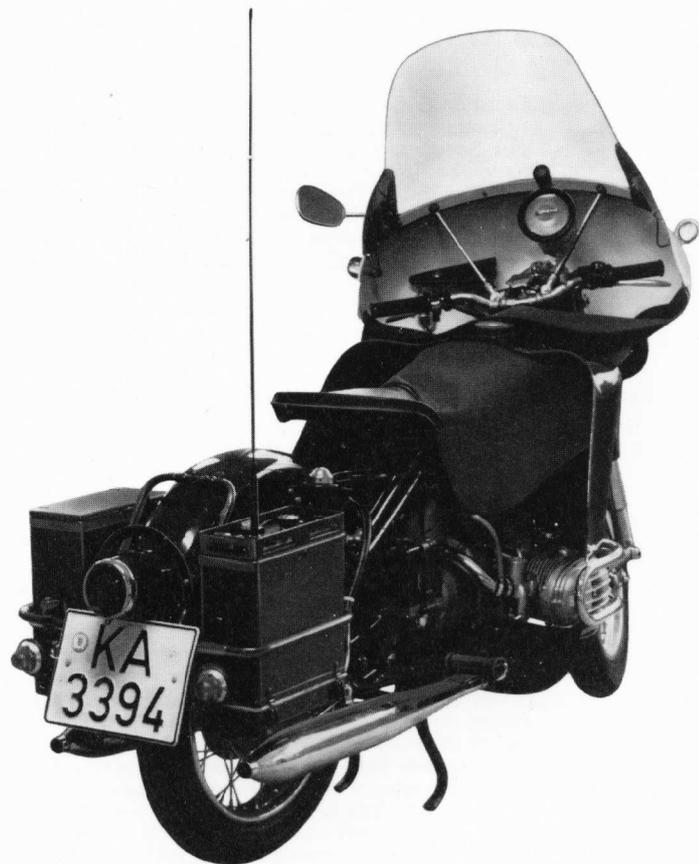

Abb. 5: Fu G 8 als Kradstation
4. Vorbereitungen zum Betrieb als Kradstation (Abb. 5)
Zunächst durch Abhören feststellen, daß auf dem gewählten Funkkanal kein Gespräch geführt wird. Taste „Ruf 1“ (Pos. 11) oder „Ruf 2“ (Pos. 8) je nach dienstlicher Anweisung etwa 3 Sekunden lang drücken, dann bei gedrückter Sprech-taste die gewünschte Station namentlich anrufen, siehe e). Bei der Kradstation (Abb. 5) sind statt der genannten Ruftasten am Gerät die linke oder rechte Taste (für Ruf 1 bzw. 2) auf der Mikrofon-Lautsprecherkombination zu betätigen.
Bei der Kradstation (Abb. 5) wird statt des Handapparates das Richtmikrofon auf dem Lautsprecher in ca. 20 cm Abstand besprochen und die Sprech-taste am Lenker gedrückt. Bei Benutzung des Kehlkopf-Mikrofons muß der Schalter im Kasten links vom Hinterrad auf „Kehlkopf-Mikrofon“, sonst auf „Mikrofon-Lautsprecher“ gelegt werden.